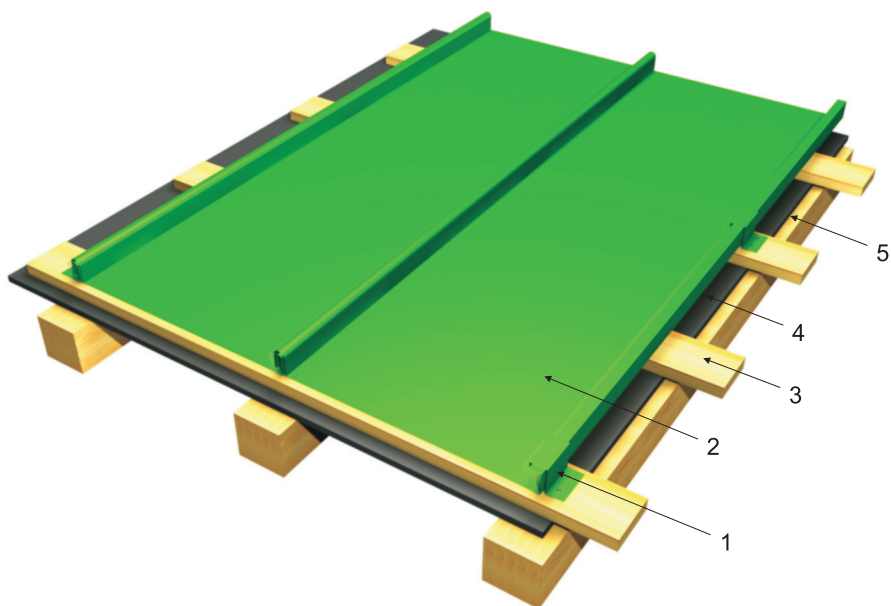

Рис.5 Фрагмент крепления карты фальцевой кровли.
- загнуть кляммеры на малый фальц (рис. 5), лишнее отрезать ножницами.